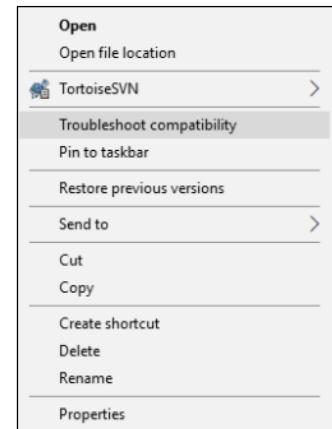

Fig. 2.9
- Haga clic con el botón derecho en el ícono del programa GMPTools y seleccione **Troubleshoot compatibility** (Solucionar problemas de compatibilidad) (Fig. 2.9).